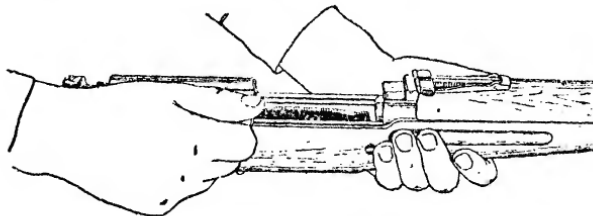

Рис. 59. Отделение стебля с остовом затвора
**Отделить затвор:** отвести стемпель затвора назад настолько, чтобы направляющий выступ на правой его стенке вышел из паза ствольной коробки (рис. 59). Поворачивая за рукоятку, поднять правую стенку стебля затвора, подать стемпель затвора доотказа вперед и, приподнимая его вверх за рукоятку, отделить затвор от ствольной коробки.